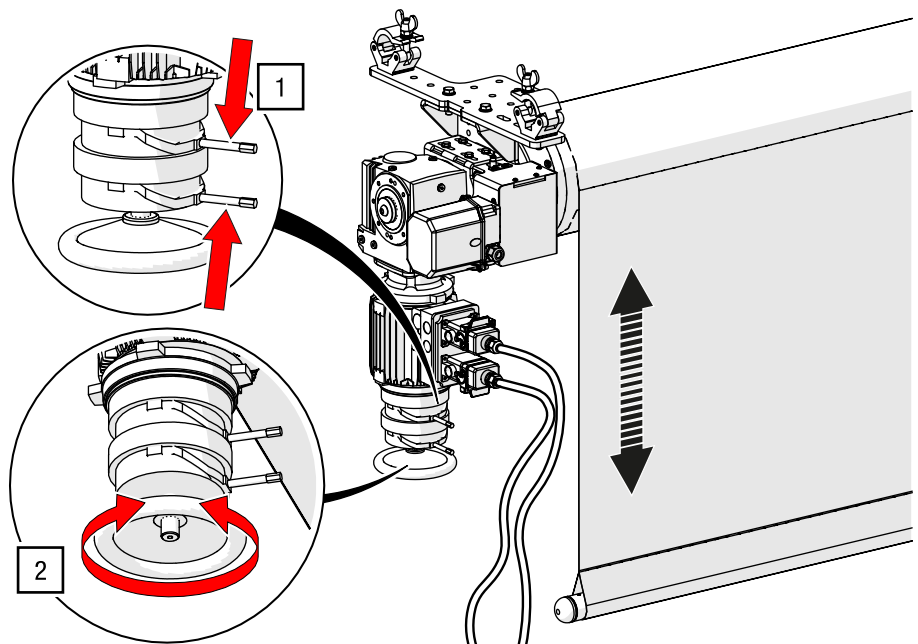

Abb. 52: Bremse lösen und Handrad betätigen
1. Drücken Sie beide Bremshebel mit der Hand zusammen, während Sie das Handrad fest in der Hand halten (siehe Abb. 52).